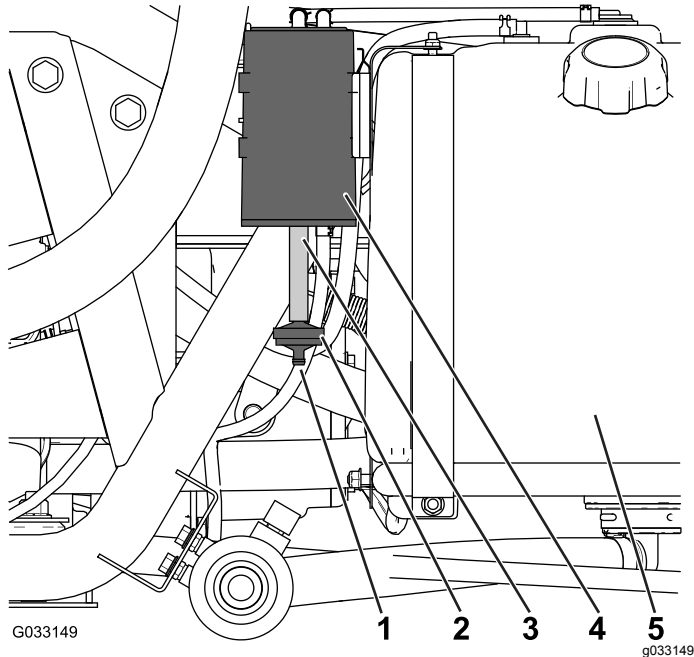

Figura 45
Controllate l'apertura alla base del filtro dell'aria nel canister a carboni attivi per accertare che sia pulito e privo di detriti e ostruzioni (Figura 45).
1. Rimuovete il raccordo dentellato del filtro del canister a carboni attivi dal flessibile alla base del canister stesso e rimuovete il filtro (Figura 45).